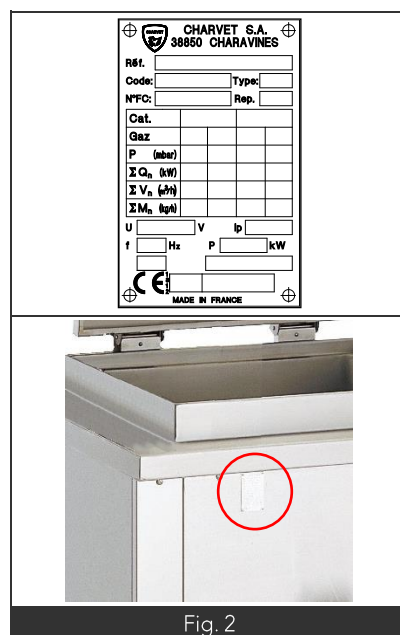

Fig. 2
- Sur la marmite la plaque signalétique se trouve sur la face avant de l'appareil (voir fig2).